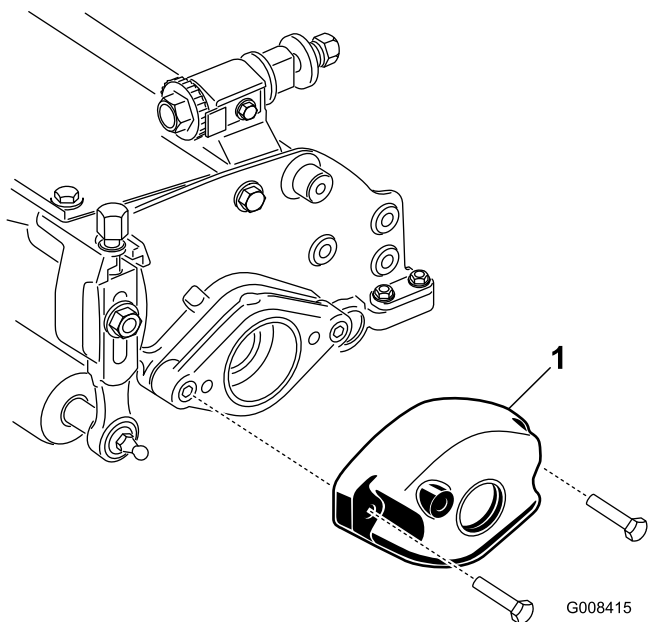

図 7
1. カウンタ・ウェイトをカッティングユニットの左側に固定しているキャップスクリュー (2本) を取る。カウンタ・ウェイトを取り外す (図 7)。